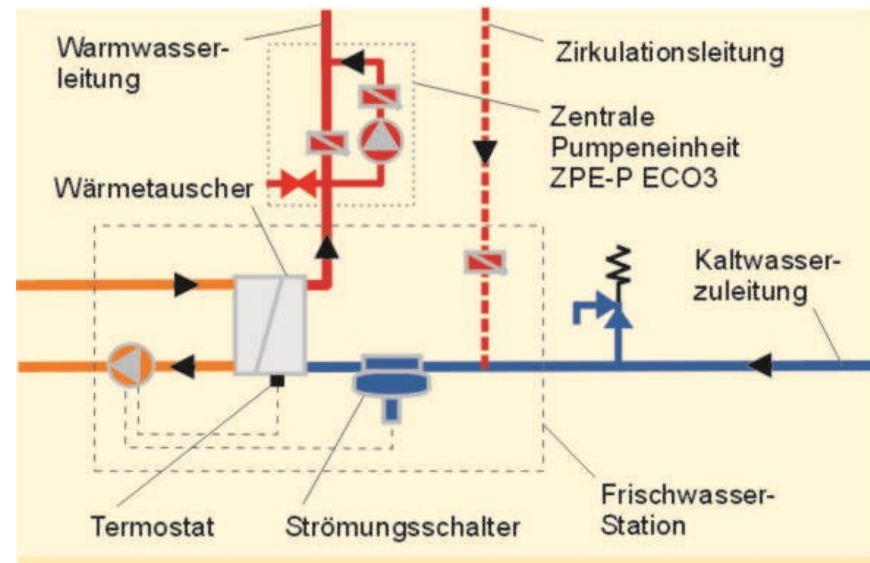

Bild 2
- Eine Kombination von Klassischer Zirkulation mit Verlängerung durch die Neue Zirkulation ist mit gemeinsamer Pumpe wie auch auf Seite 6 gezeigt, für Kleinanlagen ohne Wasserzähler im Zirkulationskreislauf möglich (Siehe Bild 2 bzw. Seite 9)